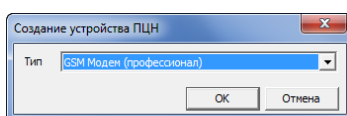

Рис. 8.4. Создание карточки устройства
- 4) В открывшемся окне *Создание устройства ПЦН* выберите тип создаваемого устройства *GSM Модем (профессионал)* и нажмите кнопку *OK* (Рис. 8.4). В результате будет создана карточка устройства.